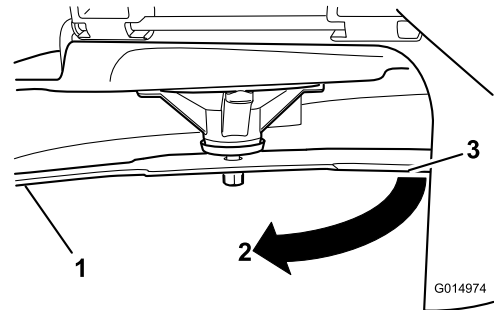

Figura 92
4. Gire la misma cuchilla 180 grados de manera que el otro extremo esté en la misma posición (Figura 92).